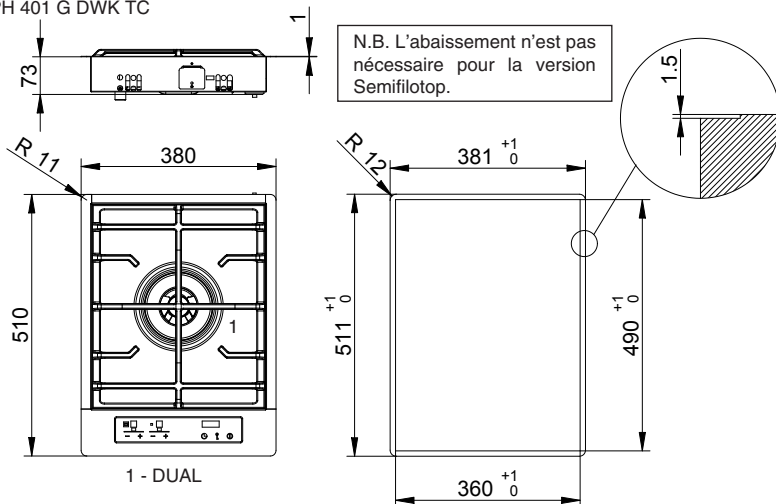

Fig. 7
- à la substitution des injecteurs (Fig. 7) avec ceux correspondants au type de gaz qu'il faut utiliser (voir tableau "Caractéristiques utilisateurs");